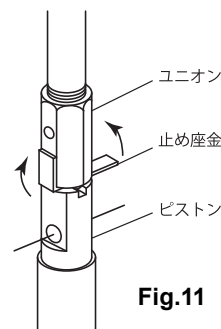

Fig.11
- 11) ピストンの中にボールを入れて、ユニオンにスプリングを挿入して止め座金を介して接続します。このとき、止め座金の出っ張りの部分をピストンの溝に落ち着かせて2片の突起がユニオンの六角の対辺に来るようにネジを回しながら、ユニオンをねじ込みスパナで確実に締付けてください。その後、座金の突起をユニオン側に折り曲げます。このことで、緩み止めとなります。(Fig.11)